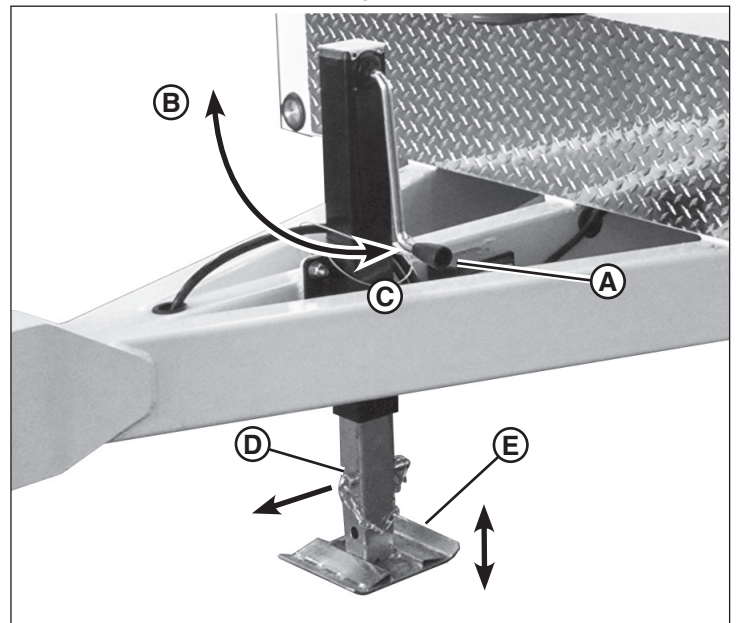

Figura 9
- Gire la manivela del gato (A, Figura 9) en el sentido horario (B).
- Gire la manivela del gato (A, Figura 9) en el sentido antihorario (C).
2. Retire el pasador (D, Figura 9) que fija la pata del gato (E) al gato de la lengua.